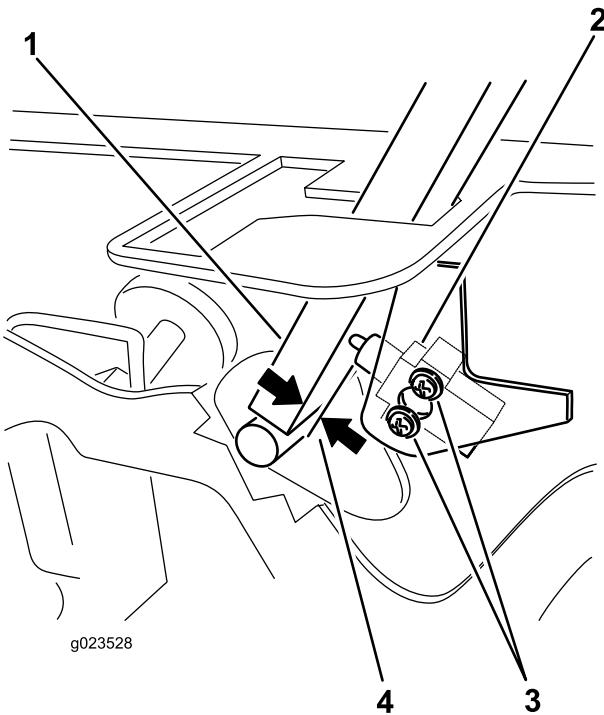

Figure 80
3. Desserrez les 2 vis de fixation du contacteur de sécurité (Figure 80).
4. Maintenez le levier de commande contre le cadre et rapprochez le contacteur du levier jusqu'à ce qu'ils soient espacés de 0,4 à 1 mm (0,015 à 0,045 po) (Figure 80).